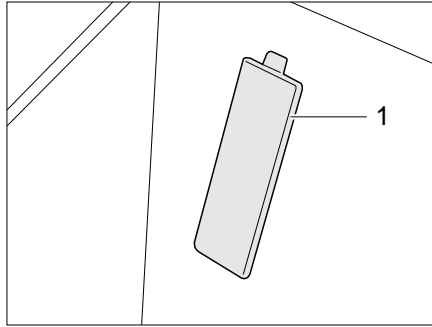

Bild 371 Abdeckung Fahrgestellnummer
- ▷ Die Fahrgestellnummer befindet sich bei Fahrzeugen auf Fiat-Basis hinter einer Abdeckung (Bild 371,1) im Einstieg auf der Beifahrerseite.